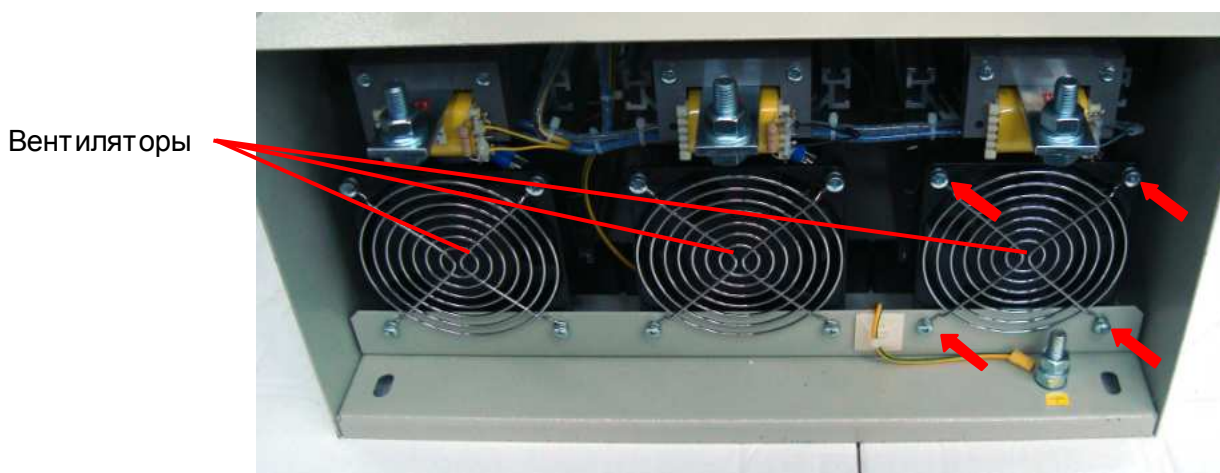

Рис. 7.17
7.6.3. Вставить вентилятор внутрь корпуса УПП и зафиксировать его вместе с защитной решеткой четырьмя винтами (рис. 7.17, красные стрелки)